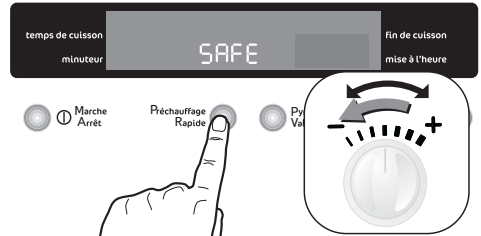

Fig. 16
3. En même temps, appuyez sur la touche "**Préchauffage Rapide**" et maintenez-les pressées pendant au moins 3 secondes. L'indication '**SAFE**' (**Sécurité**) est affichée sur l'écran tandis qu'un signal sonore retentit (Fig. 16).